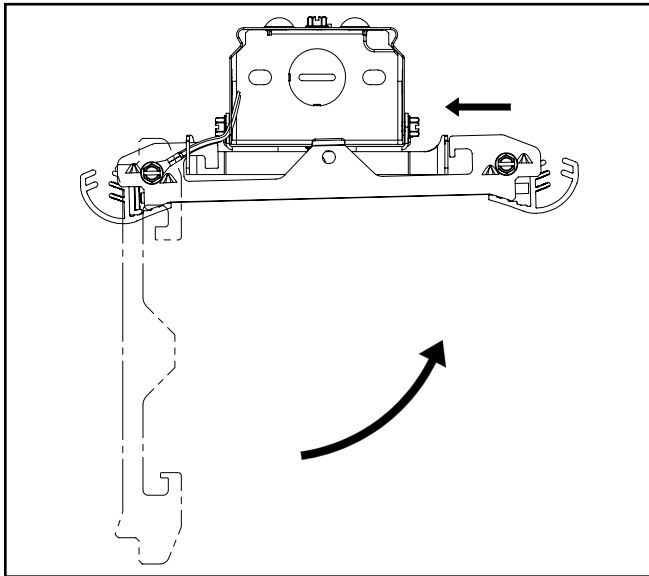

Figura 5.3.
- C. Gire dicha unidad de la guía de onda hacia el otro extremo del conjunto de la carcasa del conductor y muévalo horizontalmente hacia el extremo de la lengüeta más gruesa (Figura 5.3).